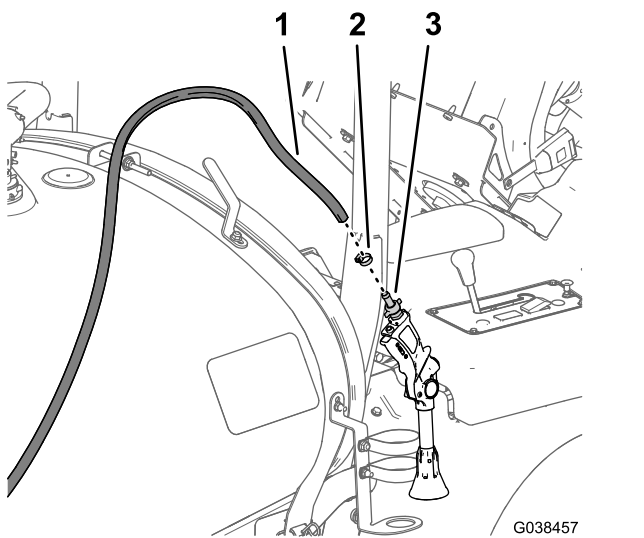

Figura 94
- Montate il portagomma dentellato della pistola di irrorazione (Figura 94) che avete rimosso al passaggio Scollamento del kit asta di irrorazione manuale opzionale (pagina 10) sul flessibile di alimentazione con una fascetta stringitubo da 6 a 11 mm.